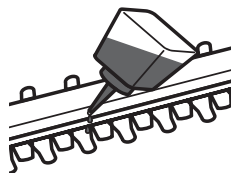

Fig.8
- > Si l'accessoire de coupe surchauffe pendant le travail, il peut être nécessaire de graisser le côté intérieur des lames (Fig.8).